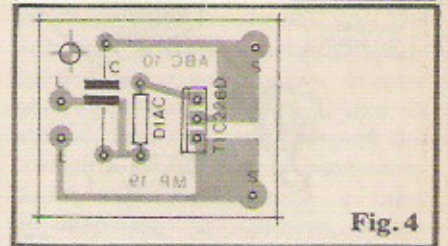

Fig. 4
- FIG. 4 - Placa agora vista pelo lado não cobreado, todas as principais peças (menos o LDR) colocadas. Notem alguns pontos **IMPORTANTES**: o capacitor **não tem** seu valor discriminado, justamente por tratar-se de peça condicionada à tensão da rede local C.A. No "chapeado", então, "chamamos" o dito cujo apenas de **CAPACITOR "C"**, mas na "vida real", seu valor deverá ser de 100n x 400V se a rede for de 110V, ou de 47n x 400V, se a rede for de 220V... **NÃO ESQUECER DISSO!** O DIAC não tem polaridade, podendo ser ligado "daqui pra lá ou de lá pra cá", sem problemas... Já o **TRIAC tem** terminais específicos e identificados e **não pode** ser ligado invertido... **NOTEM** que a sua lapa metálica, na montagem, deverá